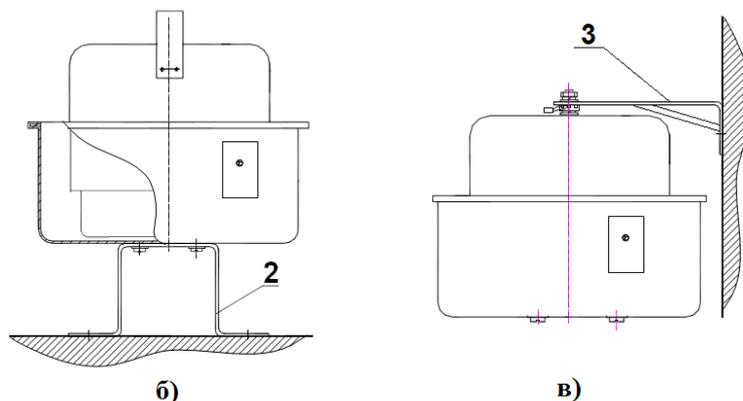

Рисунок 3 – Варианты установки генераторов: а) на потолке; б) на полу; в) на стене
4.11 ГОА устанавливаются на кронштейнах (см. Рисунок 3), которые крепятся на несущих конструкциях (балки, колонны, ж/б плиты и т.д.) **несгораемым крепежом** (металлические анкеры, болты и т.п.), таким образом, чтобы выполнялись требования п.4.1, 4.2, 4.7, 4.9 настоящего руководства, а также проектных решений. Основные условия размещения ГОА, внутри помещения или объекта, отражены в ТКП 45-2.02-317-2018.